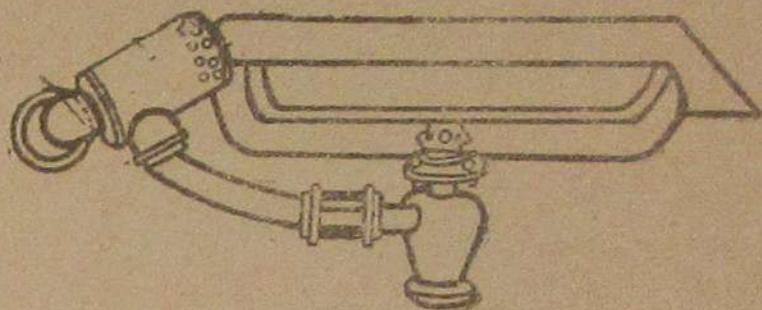

Рис. 20.
7. Металлический кожух со шлангом на выхлопной коллектор для обогрева воздуха, подводимого к смесителю (рис. 20).